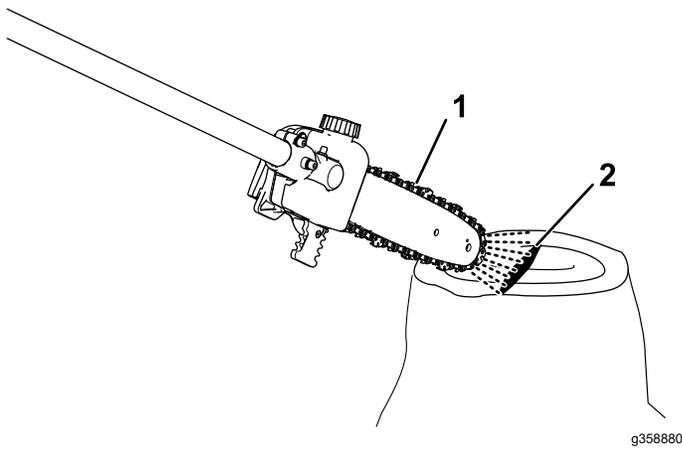

Figure 12
2. Pour vérifier que l'huile arrive jusqu'à la chaîne, pointez le nez de l'élagueuse à quelques centimètre/pouces au-dessus d'une surface (papier, carton, souche, etc.) et démarrez l'élagueuse; un peu d'huile devrait être pulvérisé sur la surface (Figure 12).